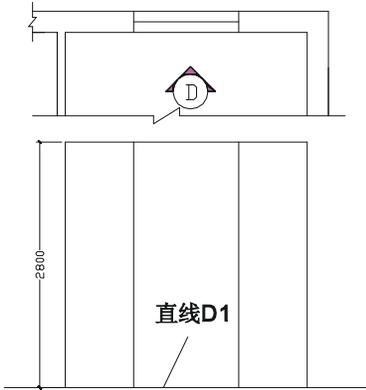
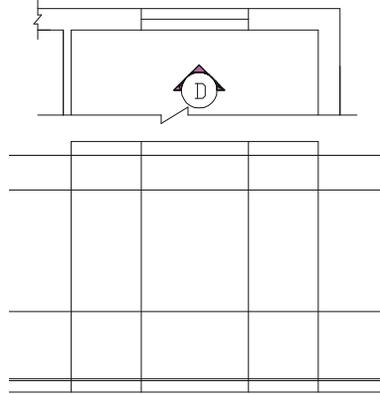
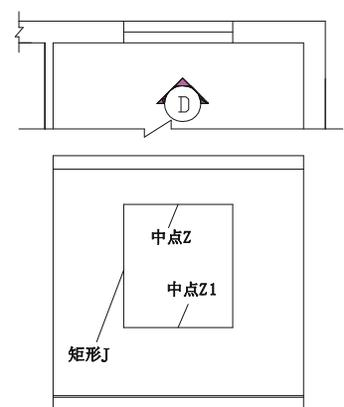

图 8-1-52
图 8-1-53
图 8-1-54
**STEP 02** 参照 B 立面图的绘制，使用绘制直线命令 LINE 和偏移命令 OFFSET 绘制出如图 8-1-52 所示的墙面轮廓线。
**STEP 03** 使用偏移命令 OFFSET 将如图 8-1-52 所示的直线 D1 分别依次向上偏移 130、20、750、1360、390，如图 8-1-53 所示。
**STEP 04** 使用修剪命令 TRIM 将如图 8-1-53 所示的图形进行修剪，如图 8-1-54 所示。
**STEP 05** 使用绘制直线命令 LINE 连接如图 8-1-54 所示的中点 Z 和中点 Z1，并使用编辑多段线命令 PEDIT (PE) 将如图 8-1-54 所示的矩形合并成一条多段线，再使用偏
// 按 F3 键打开捕捉功能, 单击如图 8-1-54 所示的中点 Z
// 单击如图 8-1-54 所示的中点 Z1
// 单击如图 8-1-54 所示矩形 J 的任意一条边